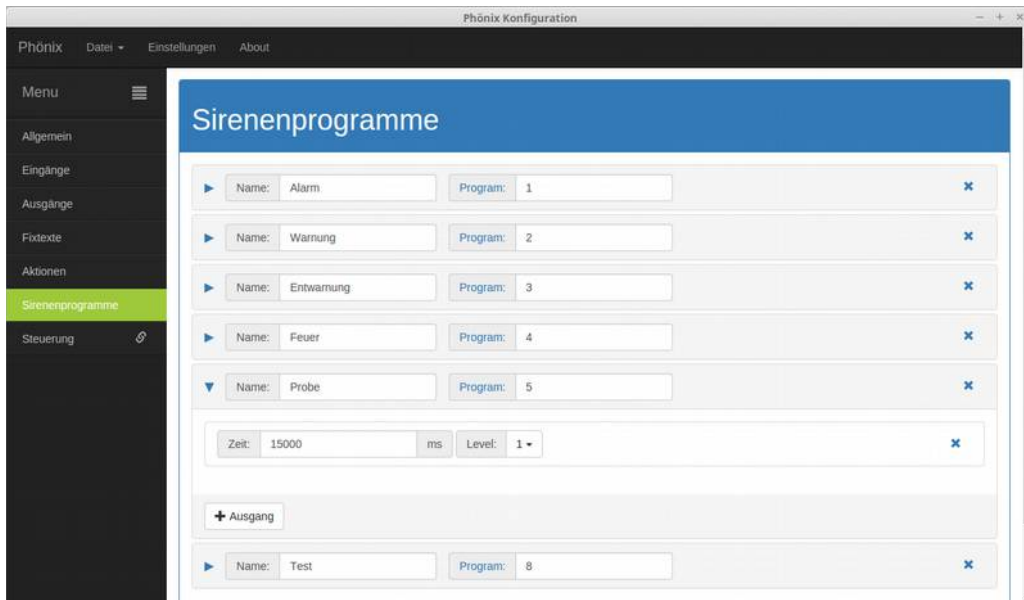

Abbildung 20: Sirenenprogramme
In Abbildung 20 ist dies für das Programm „Probe“ dargestellt. Der Zustand „aktiv“ (1) ist für 15s aktiv.